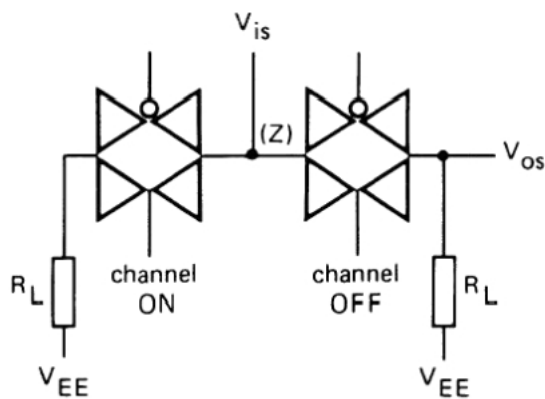

图5
5. RL=1KQ; Vs=VoD(PP)/2 (正弦波, 在 Voo/2 处对称); 20lg(Vos/Vis)=-50dB; 如图5 所示